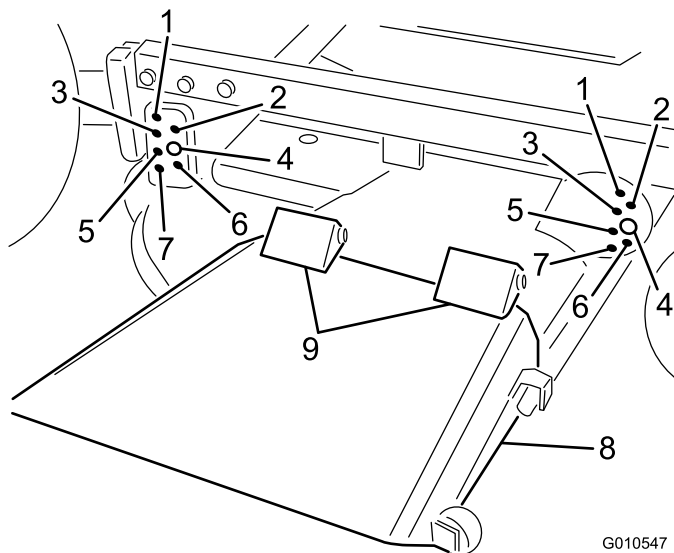

Figure 9
7. Abaissez le bâti porteur et insérez 4 axes de chapes dans les supports de bâti et les trous du support correspondant à la hauteur de coupe souhaitée. Fixez les 4 axes à l'aide de goupilles fendues (Figure 9).